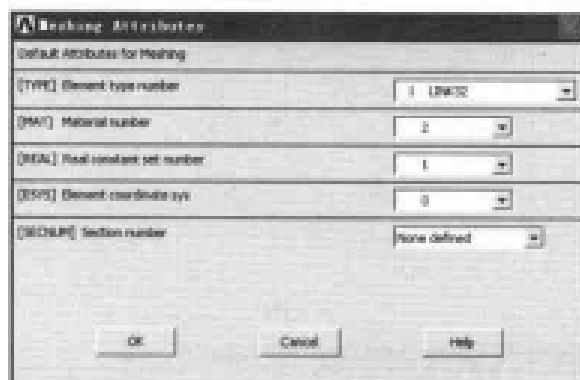

图 11-19 网格划分属性设置对话框
(8) 选择 Main Menu | Preprocessor | Meshing | Mesh | Lines 命令, 出现 Mesh Lines 菜单, 在文本框中输入 1, 2, 3, 4, 单击 OK 按钮该菜单。
(9) 选择 Main Menu | Preprocessor | Meshing | Mesh Attributes | Default Attribs 命令, 出现 Meshing Attributes 对话框, 在 [MAT] Material number 下拉列表框中选择 2, 其余选项均采用默认设置, 如图 11-19 所示, 单击 OK 按钮该对话框。